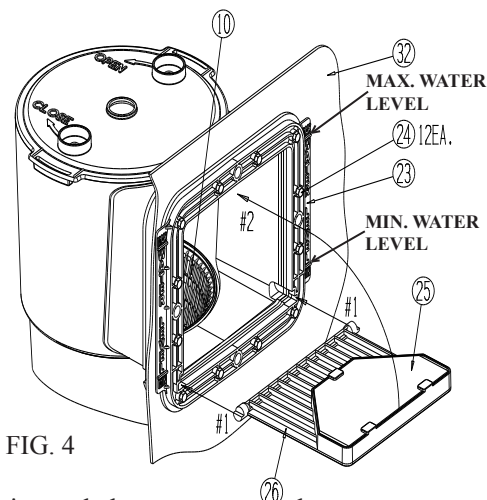

FIG. 4
E. Coloque el Cartucho del Filtro (9) y el Cesto del Colador (10) de vuelta en el Contenedor del extractor de espuma (8). Es importante que el Cartucho del Filtro (9) se deslice sobre Tuerca de Retención de la Bomba (7) y selle el fondo del contenedor de tal forma que el Cesto del Colador (10) se asiente en la abertura dentro del contenedor. Vea la Fig. 4. Coloque la Tapa de Seguridad (11) en la tapa del Contenedor del extractor de Espuma (8) y asegúrelo en su lugar girándolo en sentido de las manecillas del reloj hasta que quede cerrado. Presione el Relleno de la Espuma Vertedora (25) en el Vertedero (26) y debao de los bordes para fijarlo en su lugar. Tome el Vertedero (26) y deslícelo dentro de las aberturas, levántelo como lo muestra la flecha en la Fig. 4, para asegurarlo en su lugar. NOTA: El vertedero SOLAMENTE puede presionarse in las aberturas como FIG. 4 muestran las Flechas #1 en la Fig. 4, sosteniéndolo en forma horizontal.
F. Después de que la alberca se ha llenado, (Vea NIVEL DE AGUA Fig. 4) revise las conexiones de las mangueras y las partes para asegurarse de que no haya fugas de agua. Si encuentra alguna fuga, vea #4 en la guía de Resolución de Problemas en la pág. 8.